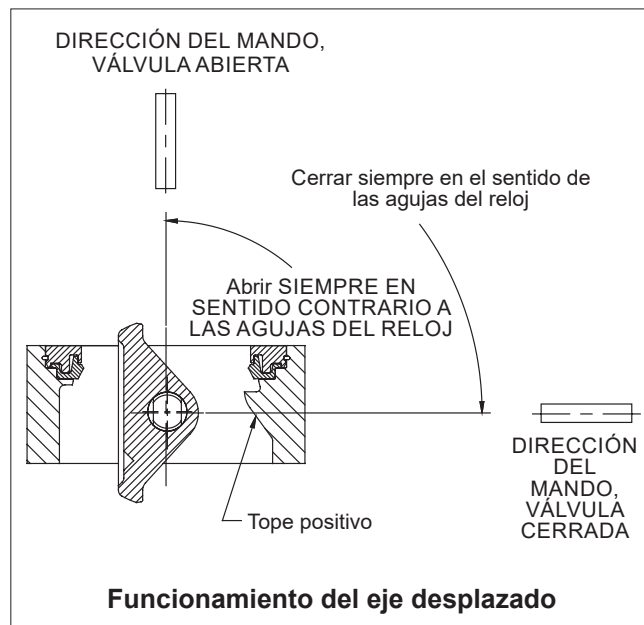

Figura 1.
La válvula *Wafer-Sphere* ofrece un mayor rendimiento gracias a rasgos de diseño como el diseño de eje desplazado. El eje se desplaza en dos planos: (1) se aleja de la línea central del disco de la válvula y (2) se coloca detrás del plano de sellado del disco (**consulte la figura 1**). El diseño de eje desplazado hace que el borde del disco giratorio esté alejado del asiento, eliminando así por completo los puntos de desgaste típicos de la parte superior e inferior del asiento. Debido a que el disco gira saliéndose del asiento en un arco excéntrico, opera solo en un cuadrante (consulte la **figura 1**).
Para evitar daños en el asiento por el desplazamiento excesivo del disco más allá de la posición cerrada (normalmente durante el montaje en el emplazamiento de un mando o actuador), se ha diseñado una característica de «tope positivo» en la válvula de mariposa criogénica *Wafer-Sphere*. La función de «tope positivo» también permite ajustar los toques de recorrido del actuador en la tubería. La ubicación de esta función se muestra en la **figura 1**.
4. Antes de instalar una válvula cerrada en la tubería, asegúrese de que el mando o el actuador estén conectados de manera que un giro antihorario, visto desde arriba, abra la válvula (**consulte la figura 1**). Cierre por completo la válvula de nuevo antes de instalarla en la tubería.